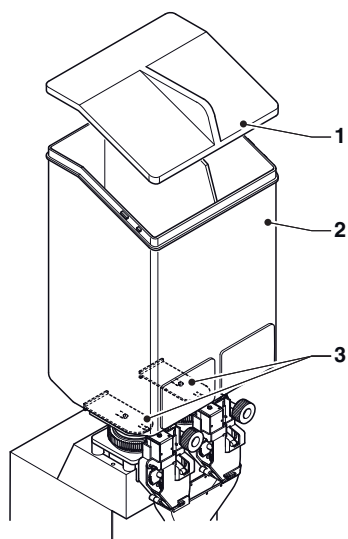

Fig. 8
- Togliere, sfilandoli dall'alto, i pesi per palette esterno e interno (vedi fig. 8);